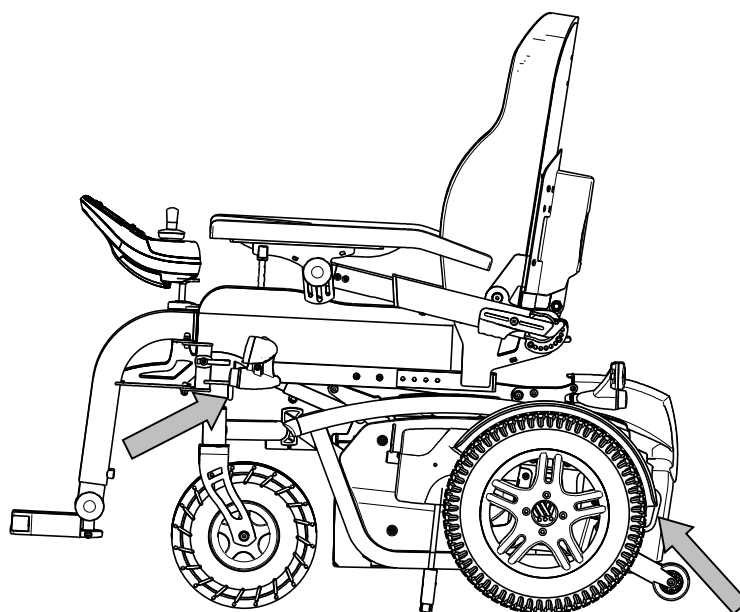

Figure 1
4. Si le coffre n'est PAS séparé de l'habitacle du véhicule ou fermé, attachez correctement le fauteuil roulant dans le véhicule à l'aide du système de sangle de fixation à quatre points (cf. Figure 1).
10. Fixez les sangles avant de sécurité comme indiqué par le fabricant, voir la figure 1.
12. Fixez les sangles arrière de sécurité comme indiqué par le fabricant, voir la figure 1.